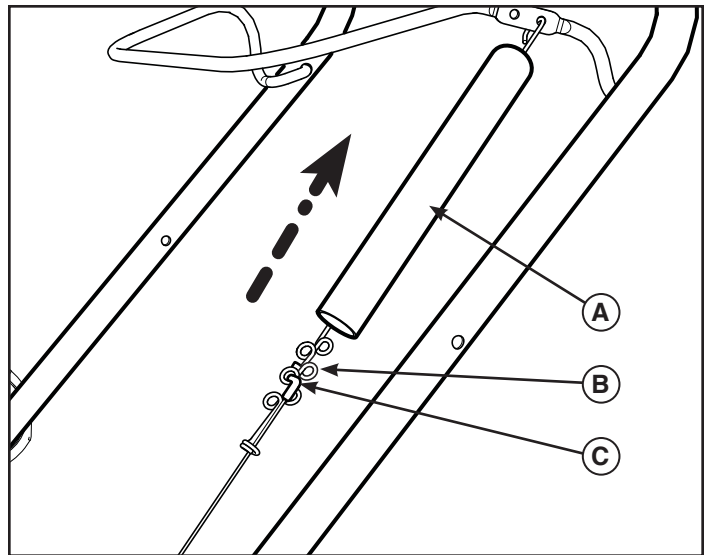

Figure 15
2. Glissez la gaine du câble (**A**, Figure 15) jusqu'à ce que les boucles de réglage du câble (**B**) et sa partie recourbée en Z (**C**) soient dénudées.